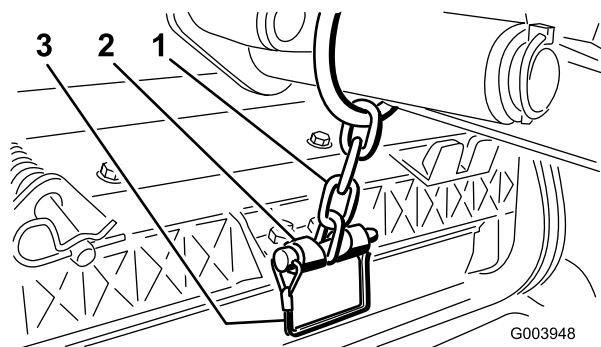

Figura 12
**Nota:** Utilice la ranura si se desea que la unidad de corte sea dirigible, y utilice el taladro si la unidad de corte va a quedar bloqueada en una posición fija (Figura 12).
14. Sujete la cadena del brazo de elevación al soporte de la cadena con el pasador de seguridad (Figura 12).